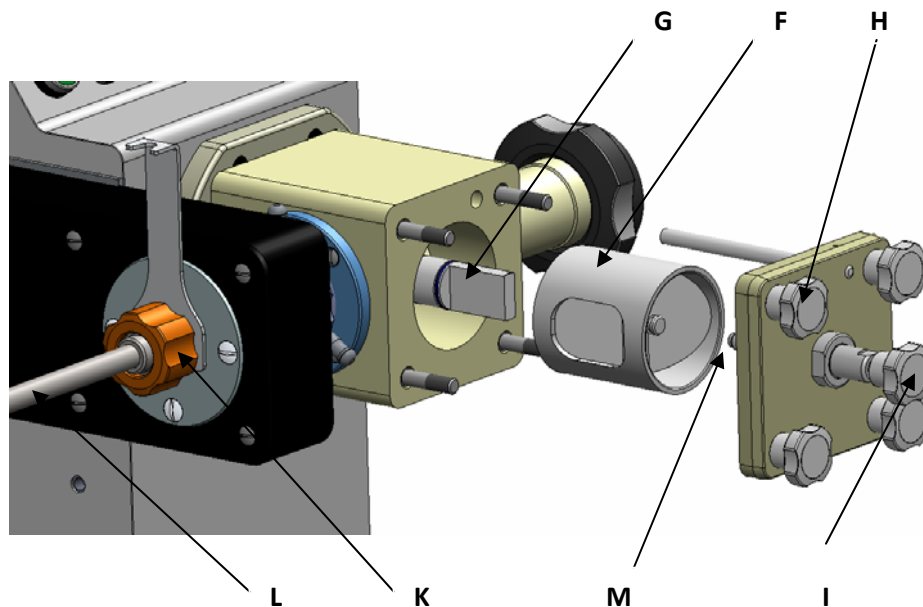

fig. 3
- 4.- Ajuste la porción, con la empuñadura **(I)** (en sentido antihorario aumenta el volumen de la cámara del porcionador), seleccione la posición MANUAL en la Pantalla táctil del PR-360, apriete la rodillera de la embutidora para así alimentar el porcionador y apriete el pulsador de marcha **(J)**, ver figura 2, hasta que aparezca producto por la salida del embudo. En caso de que no salga producto, apriete nuevamente el pulsador de marcha, repitiendo el proceso hasta conseguirlo. Durante este proceso es muy importante que para evitar el embarrado del producto, el manómetro de la embutidora no supere los 50 bares de presión en un principio e ir ajustando según necesidad o tamaño de la porción, (ver fig.3)
5.- Coloque el Embudo deseado, fijándolo mediante la tuerca cabezal **(K)** y cargue tripa natural o de colágeno, humedecida con agua en el embudo **(L)** del PR-360 y ya puede empezar a embutir y a porcionar normalmente. Cuanto más gire el pomo **(I)** en sentido horario la porción será más pequeña. El rango de porciones va desde 10 grs aproximadamente hasta 215 grs aproximadamente, una vez conseguido el tamaño deseado, fije la espiga **(M)** mediante el pomo **(I)**. En determinados productos (muy licuados o extremadamente sólidos), trabajar con la presión de la embutidora no apropiada o variar esta durante el empleo del porcionador puede llegar a desajustar el tamaño de las porciones. Porcionando miniaturas (porciones de 10 grs aprox.) esta situación puede ser más acentuada que haciendo porciones grandes, ( ver fig. 3)